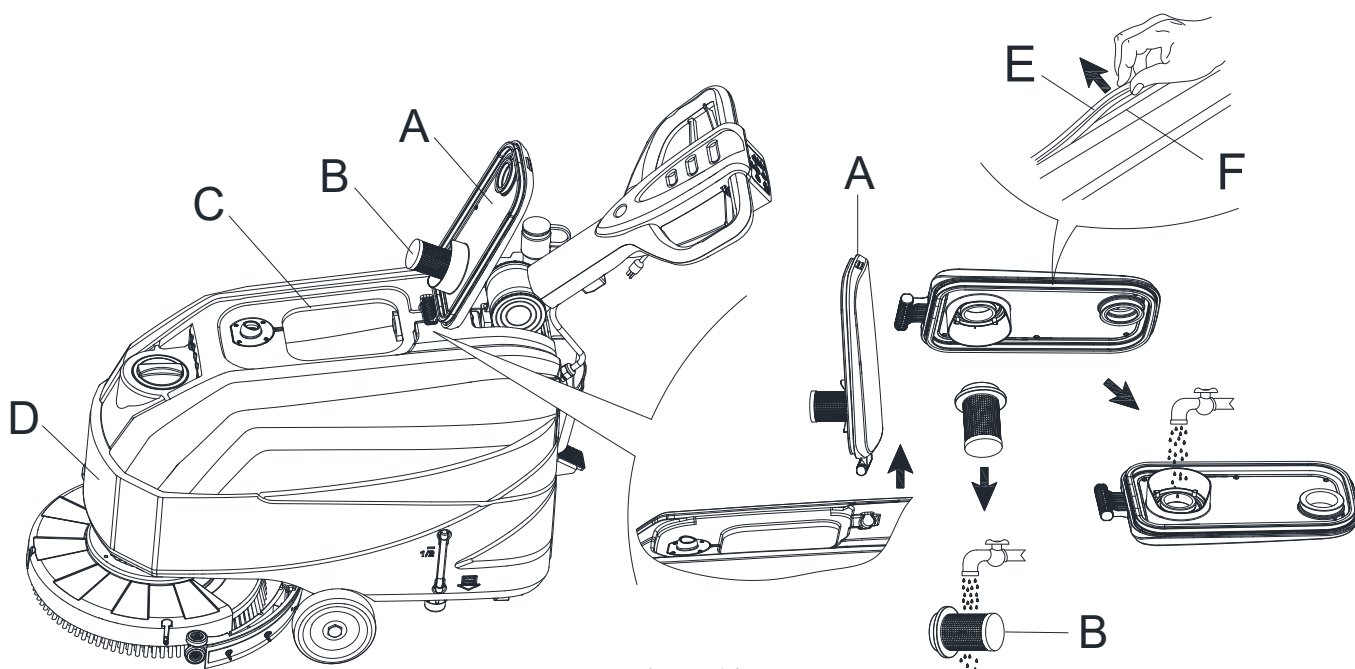

Figura 14
3. Gire la tapa del depósito de recogida (A, Figura 14) a 90 grados, donde se lo pueda quitar depósito de recogida y luego quite el filtro de flotador de bola (B) de la tapa del depósito de recogida.
7. Compruebe si la superficie de contacto de la tira de sellado (E) está en buenas condiciones y si el sellado es suficiente. Si es necesario, saque la tira de sellado del depósito a través de la ranura (F) y reemplácela. Coloque una nueva tira de sellado como se muestra (en la Figura 14), la junta debe estar de vuelta en la zona media.
8. Cierre la tapa del depósito de recuperación (A).